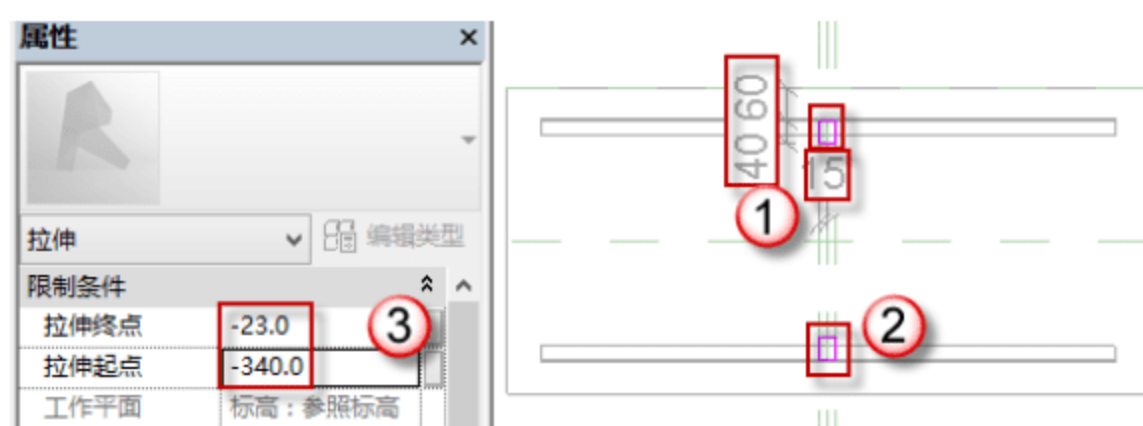

图 8.3.5 绘制支架 B
(6) 支架 B 是长度为 40mm，宽度为 30mm，高度为 280mm 的长方体。返回到“楼层平面-参照标高”平面，按快捷键 C+O 和 M+M 绘制参考线。选择“创建”→“拉伸”→“矩形框”命令，绘制图框，在“属性”面板中编辑“拉伸起点”和“拉伸终点”的数值（-340，-23），然后单击√按钮，如图 8.3.5 所示。